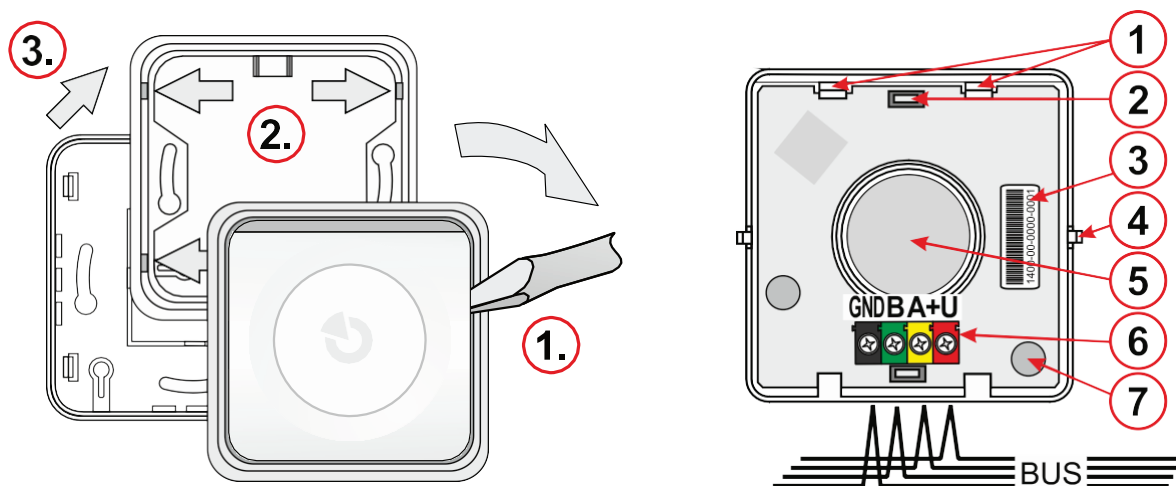

Fig. 1: Remoção da sirene antes da instalação, Fig. 2: Descrição da parte interna da sirene
1. Remova o corpo (botões) da sirene da estrutura plástica pressionando uma lateral do corpo (1.) com uma chave de fenda conforme mostrado na Fig. 1.